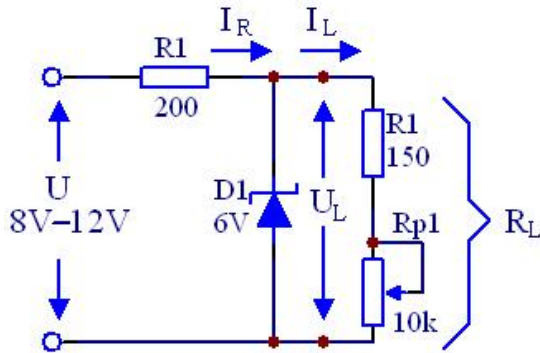

图 13.4 并联稳压电路
实验电路如图 13.4 所示, 用直流电源+1.25—+15V 接入电路。
2. 图 13.4 所示电路能输出电流最大为多少？为获得更大电流应如何选用电路元器件及参数？